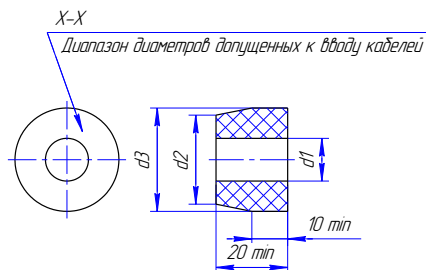

Рисунок 4. Чертеж средств взрывозащиты (продолжение). Кабельный ввод.
- кабельные вводы (см. рисунок 4) выполнены в соответствии с требованиями ГОСТ 31610.0, ГОСТ ИЕС 60079-1. Клапан должен применяться с кабельными вводами завода изготовителя или с другими кабельными вводами, которые обеспечивают защиту вида взрывонепроницаемая оболочка "d" уровень взрывозащиты 1, подгруппу IIC и степень защиты оболочки не ниже IP66. Кабельные вводы должны иметь температурный диапазон от минус 50 до плюс 60°C для обычного исполнения привода и от минус 60 до плюс 60°C для привода исполнения ХЛ;